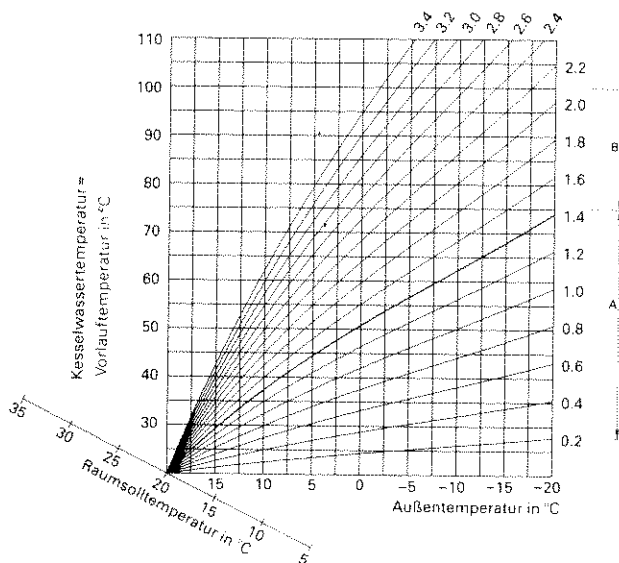

Abb. 22
Mit der Taste „ ↯ “ können Sie die Neigung der Heizkennlinie (0,2 bis 3,5) einstellen (siehe Abb. 22).
- Niedertemperaturheizungen nach Heizungsanlagen-Verordnung A (siehe Diagramm Abb. 22)
- Anlagen mit Temperaturen über 75°C B (siehe Diagramm Abb. 22)